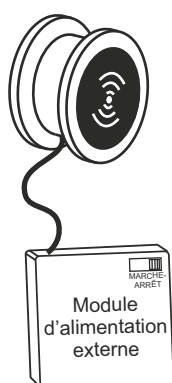

Fig. 10
- a. Débranchez l'alimentation (retirez une pile ou utilisez l'interrupteur de la source d'alimentation externe, voir Fig. 10).
- c. Rebranchez l'alimentation (réinsérez la pile ou utilisez l'interrupteur de la source d'alimentation externe, voir la Fig. 10), maintenez le bouton RESET enfoncé pendant 6 s jusqu'à l'émission du bip et du signal visuel qui confirment que toutes les clés Master ont été effacées.
- a. Débranchez l'alimentation (retirez une pile ou utilisez l'interrupteur de la source d'alimentation externe, voir la Fig. 10).
- c. Rebranchez l'alimentation (réinsérez la pile ou utilisez l'interrupteur de la source d'alimentation externe, voir la Fig. 10), maintenez le bouton RESET pendant 16 s. Le bip et le signal visuel sont émis 6 s et 16 s après l'appui sur le bouton RESET. Le bip et le signal visuel à 16 s confirment que l'appareil est revenu aux paramètres usine par défaut.
Si, lors du passage d'une clé Ordinaire, la LED ne clignote pas, mais que la serrure fonctionne toujours, cela signifie que les piles de la serrure sont presque totalement déchargées et doivent être remplacées. Si les piles ne peuvent pas être remplacées en temps voulu et si la serrure manque d'énergie pour ouvrir le casier, utilisez le module d'alimentation externe (alimentation de la serrure via le connecteur figurant sur le lecteur) et passez la clé sur la serrure (voir la Fig. 10).